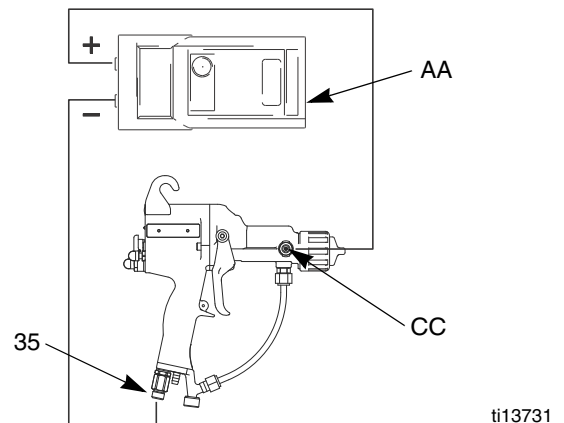

ABB. 9. Überprüfen des Pistolenwiderstands
Den Widerstand zwischen dem Luftgelenk (35) und der Ladekopfbuchse (CC) messen (siehe ABB. 9); der Wert sollte zwischen 70 und 95 Megaohm liegen. Liegt der Widerstand außerhalb dieses Bereichs, den Widerstand von Hochspannungserzeuger und Pistolenkörper prüfen. Liegt der Widerstand innerhalb des Bereichs, den Widerstand des Ladekopfes prüfen.
Den Widerstand zwischen der Metallfeder im Ladekopf (DD) und der Spitze des Ladekopfes (BB) (siehe ABB. 9) messen; der Wert sollte zwischen 15 und 30 Megaohm liegen. Liegt der Widerstand außerhalb dieses Bereichs, den Ladekopf austauschen. Liegt der Widerstand innerhalb des Bereichs, die Feder und die Ladekopfbuchse auf mögliche Ursachen für eine schlechte Durchgängigkeit untersuchen. Den Ladekopf wieder zusammensetzen und den Pistolenwiderstand erneut prüfen.